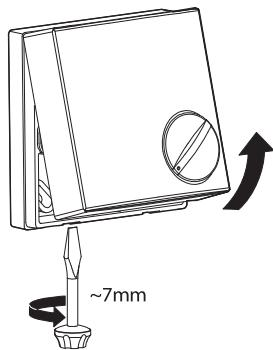

FIGURA 14: Tapa
3. Utilice un destornillador para quitar la tapa del higrostato. "FIGURA 14: Tapa".